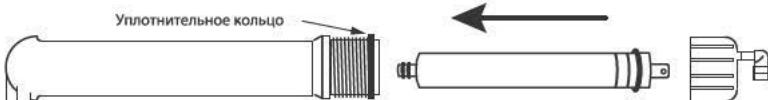

Рис. 15
3. Достаньте мембрану из пластикового пакета и установите ее в корпус (направление установки: двумя резиновыми кольцами — внутрь корпуса, см. **рис. 15**), предварительно смазав резиновые уплотнения мембранны тонким слоем силиконовой смазки.